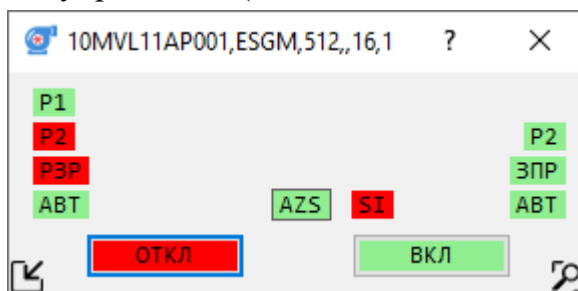

Рисунок 24 – Внешний вид окна управления насосным агрегатом
7.9.4 Перечень состояний (команд) насосного агрегата, которые могут быть изменены с помощью интерфейса пользователя (см. рисунок 24):